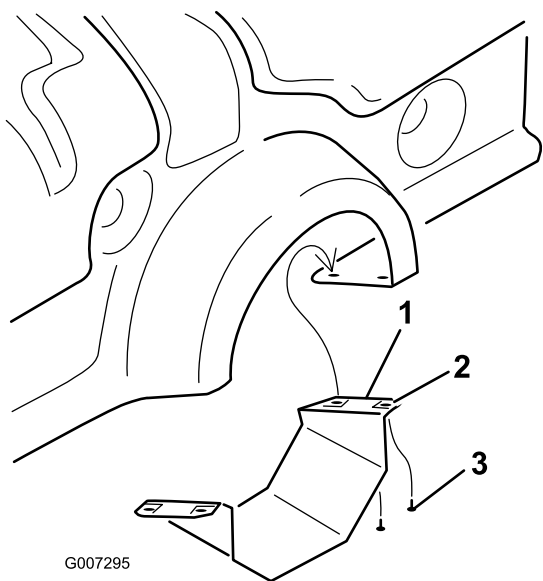

Figura 10
- 1. Apenas no ProCore 864, retire a proteção inferior da tomada de força (Figura 10).